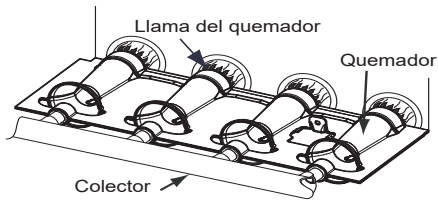

Fig. 62 – Llama del quemador
- i. Cuando obtenga la entrada correcta, vuelva a poner el tapón que cubre los tornillos de ajuste del regulador de la válvula de gas. La llama del quemador principal debe ser de color azul claro, casi transparente. Consulte la Fig. 62.